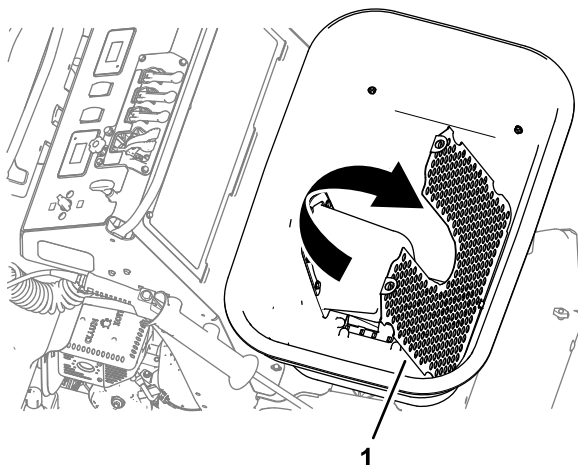

Figure 58
5. Basculez le filtre au bas de la trémie vers l'avant pour nettoyer les composants au bas de la trémie (Figure 58).